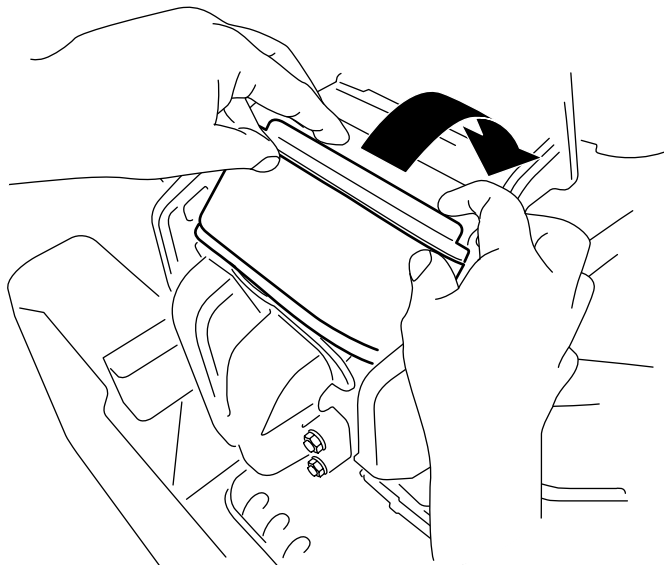

Рисунок 40
3. Поверните фильтр вниз в камеру и прижмите его к коллектору так, чтобы он полностью сел на место (**Рисунок 40**).